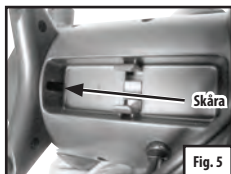
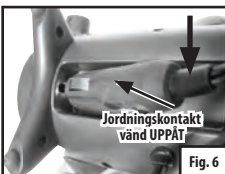

Fig. 5
Fig. 6
- För att byta ut bilkontakten för du in kontaktens spets i den skåra som finns på höljets vänstra sida (se fig. 5) med en av jordningskontakterna vänd uppåt (se fig. 6) och trycker försiktigt kontakten in i låsen.